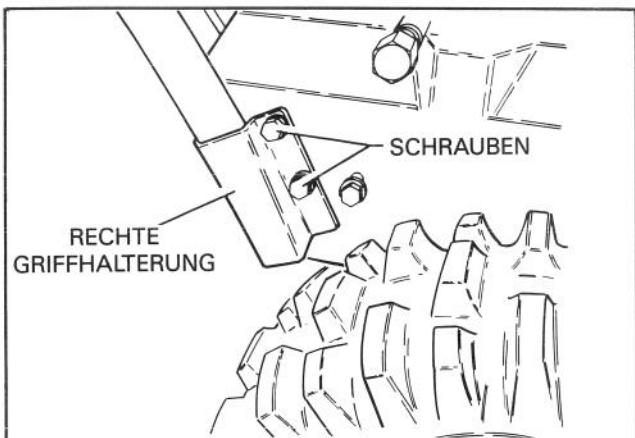

Abbildung 4
5. Die zwei M8-Bundschauben, mit denen die Vorderseite der rechten Griffhalterung an den Motorrahmen angebracht ist, abnehmen und wegwerfen (Abb. 4).